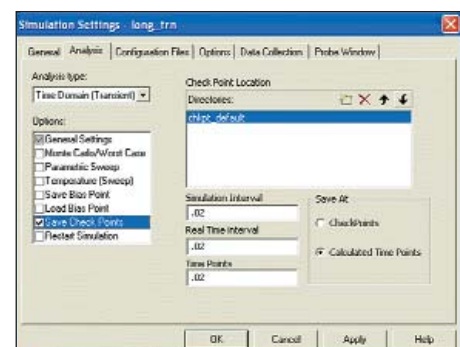

Рис. 2. Выбор опции Save CheckPoints в диалоговом окне Simulation Settings
2. На вкладке **Analysis** в окне Options выберем **Save CheckPoints** (рис. 2).
3. В окне Check Point Location (рис. 2) определим место, где будут сохраняться данные контрольных точек. Можно определить несколько каталогов и изменить порядок каталогов при помощи кнопок в поле **Directories**.